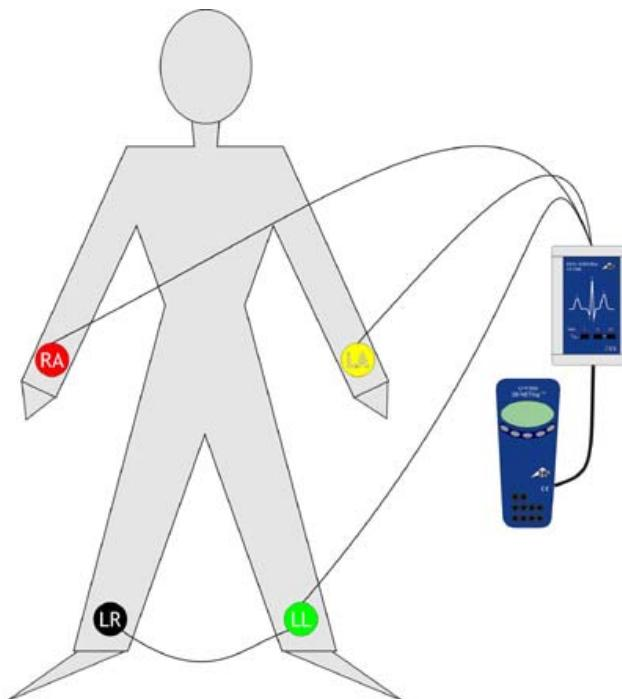

Fig. 1 Medição do ECG numa pessoa cobaia
- Preparação da experiência segundo a Fig. 1.